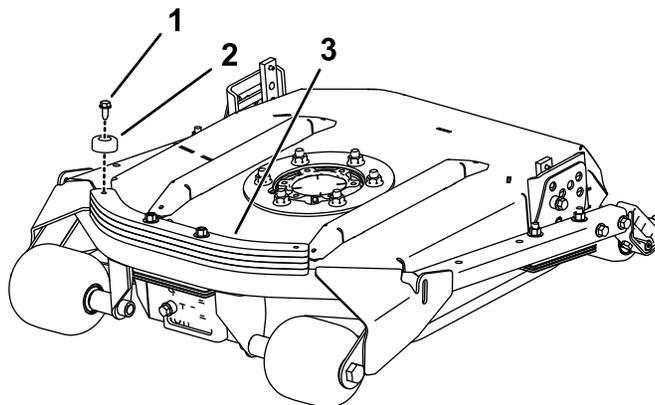

Figure 3
3. Fixez la butée en caoutchouc sur le côté du contrepoids le plus proche du centre de la machine avec la vis autotaraudeuse (Figure 3).